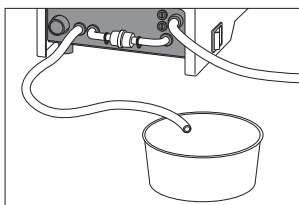

図28
- 3) タンクの水を排水ホースから排水します。（水が残っていると交換の際、残っている水がチューブから流れ、水こぼれを起こします）（図28）